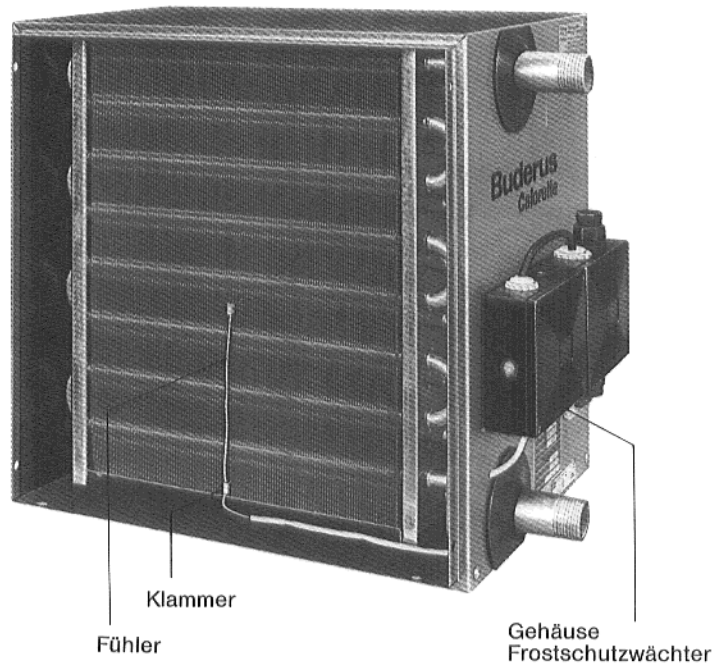

Abb. 14
2. Gehäuse mit Blechschrauben anschrauben (Abb. 14).